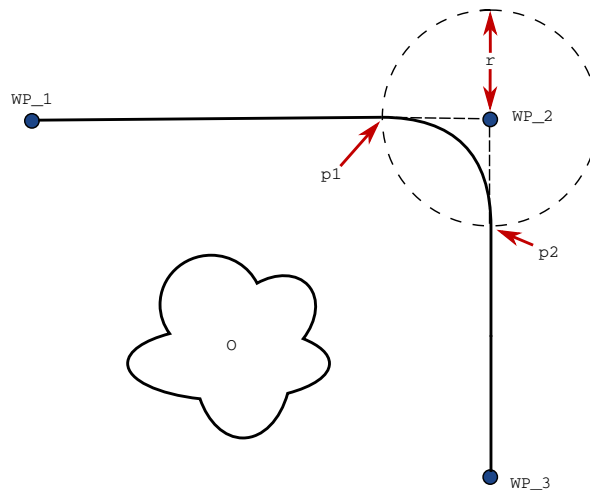

Abbildung 15.3: Blending über WP\_2 mit Radius  $r$ , ursprüngl. Blending-Position bei  $p_1$  und letzte Blending-Position bei  $p_2$ . 0 ist ein Hindernis.
**Blending-Parameter** Neben den Wegepunkten beeinflussen mehrere Parameter den Bewegungsablauf im Blending-Bereich (siehe Abbildung 15.3):